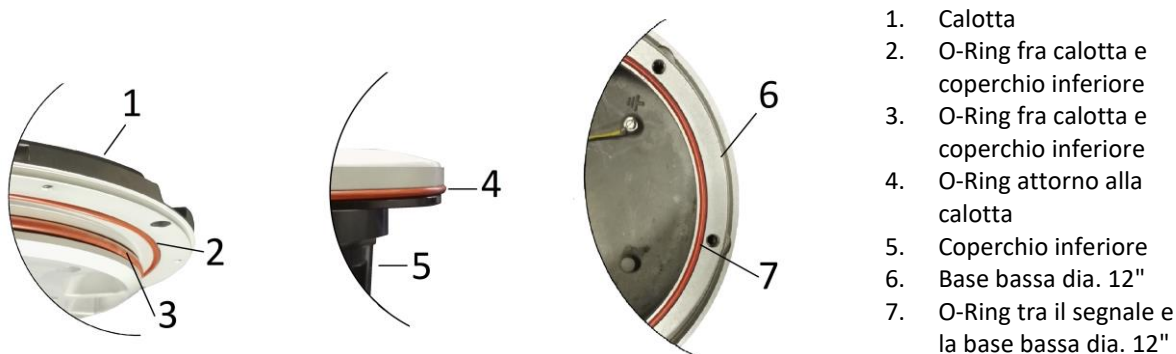

Figura 24– Guarnizioni del segnale
- due guarnizioni O-Ring fra calotta e coperchio inferiore (Figura 24 - n°2 e 3);
- una guarnizione O-Ring attorno alla calotta (Figura 24- n°3);
- una guarnizione O-Ring fra il segnale e la base bassa dia. 12" (Figura 24- n°7);